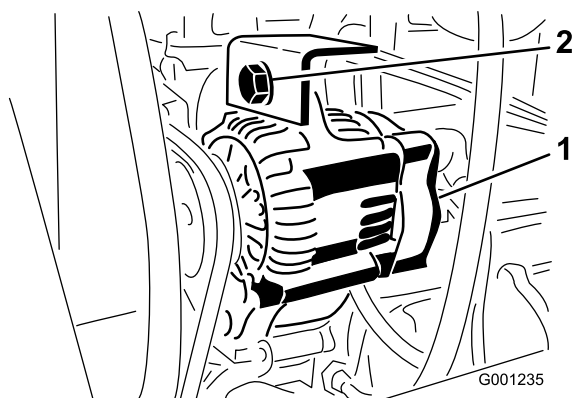

Figure 74
2. Desserrez le boulon de montage de l'alternateur (Figure 74).
3. Augmentez ou diminuez la tension de la courroie d'alternateur et resserrez le boulon de montage (Figure 74).